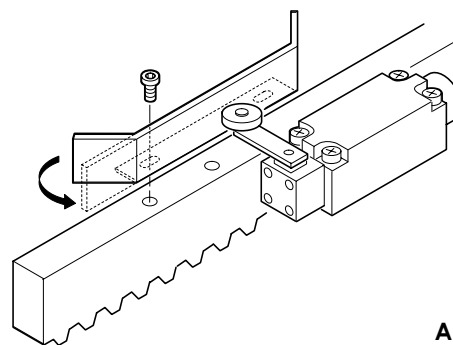

Abb. 12A
Durch den Endanschlag mit Rolle/Hebel von Antrieb wird die Bewegung des Tores gestoppt, sobald ein Profilblech auf der Zahnstange den Hebel betätigt und hierdurch den Mikroschalter (Abb. 12A) auslöst.
Hinweis: Die Bleche sind für Schraubeinbau vorgerüstet (Abb. 12A).
- a) Das Blech muß den Endanschlag gem. Abb. 12A auf der Profilleite auslösen.
- b) Zum Schutz vor Überlauf des Blechs (lange Bremsung) sollte das Profilende nach Angaben in Abb. 12A begradigt werden.